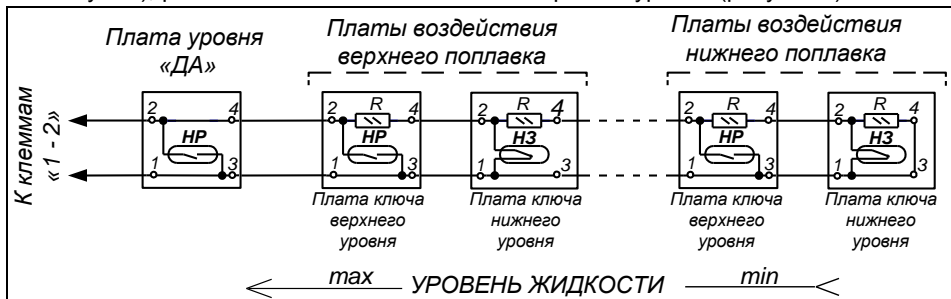

Рисунок 8
2.4.1 Контроль уровней в преобразователе основан на изменении сопротивления переменного резистора. В направляющей 4 (рисунок 1) находится металлический стержень, на котором винтами крепятся платы 8 с герконами (количество плат соответствует числу контрольных уровней). Платы последовательно соединяются двумя проводами, образуя переменный резистор, сопротивление которого определяется уровнем жидкости. Сопротивление резистора изменяется от нуля до максимального значения. Когда уровень жидкости минимален (все поплавки лежат на нижних хомутах), образованная резисторами цепь, имеет максимальное сопротивление. При повышении уровня поплавки будут поочередно всплывать, замыкая контакты герконов, которые будут шунтировать резисторы, и общее сопротивление цепи будет уменьшаться. При отрыве поплавка от нижнего хомута сначала замыкается геркон НЗ (нормально-замкнутый), расположенный на плате ключа нижнего уровня, затем при достижении поплавком верхнего хомута замыкается геркон НР (нормально-разомкнутый), расположенный на плате ключа верхнего уровня (рисунок 8).